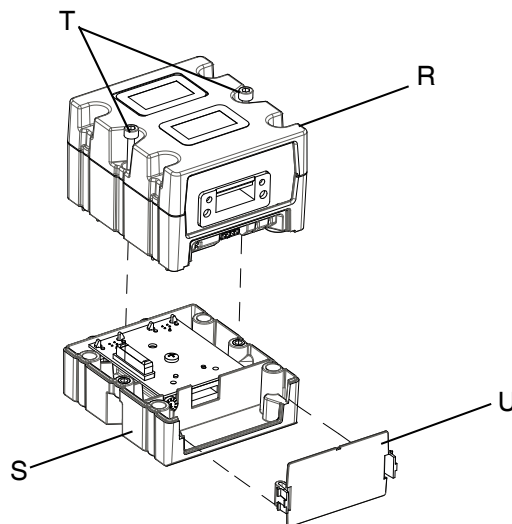

図 24: CGMの分解
11. イーサネット、DeviceNet、またはPROFIBUS のケーブルを該当 CGM フィールドバス接続に接続します。図 24.を参照してください。